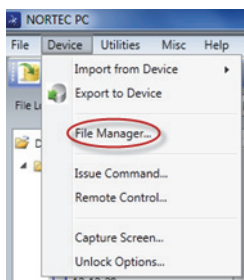

図 6-21 ファイルマネージャーコマンド
- ◆ NORTEC PC ソフトウェアの Device（デバイス）メニューで、File Manager（ファイルマネージャー）を選択します（330 ページの図 6-21 を参照）。